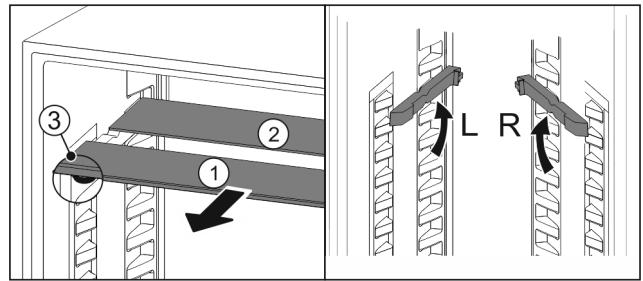

Fig. 25
- Glasplatten einzeln nach vorne herausziehen Fig. 25 (1).
- Glasplatte Fig. 25 (1) mit Zierleiste liegt vorne.
- Stopps Fig. 25 (3) zeigen nach unten.